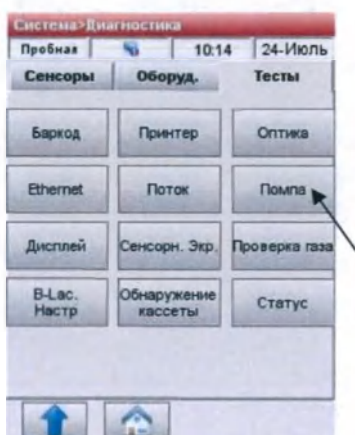

Рис.8-27 Проверка помпы
- Нажмите **<Помпа>**, чтобы начать тестирование (Рис.8-27).